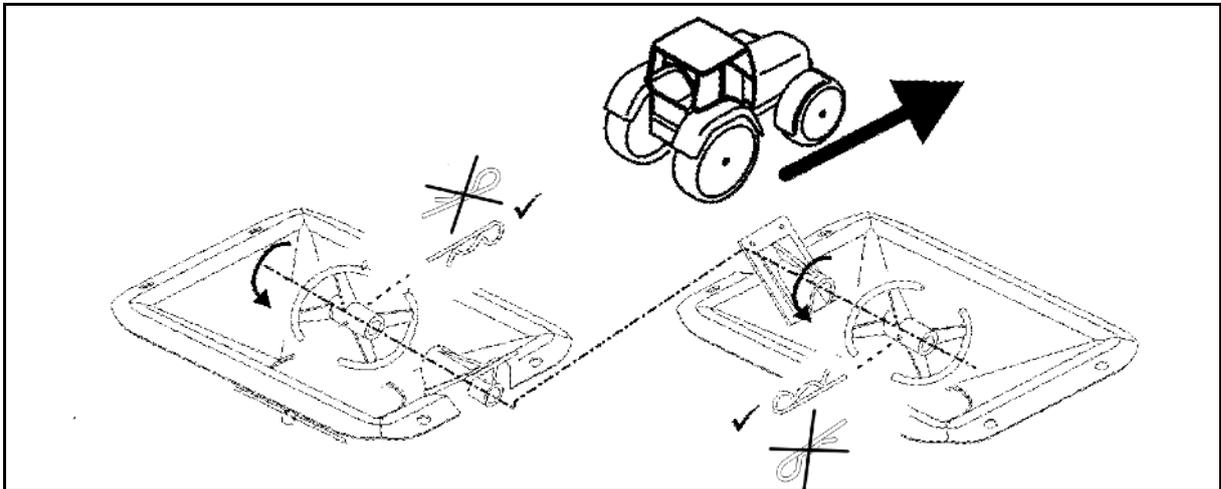

Fig. 49
- 6 vis de la cellule de pesée (Fig. 49/1)